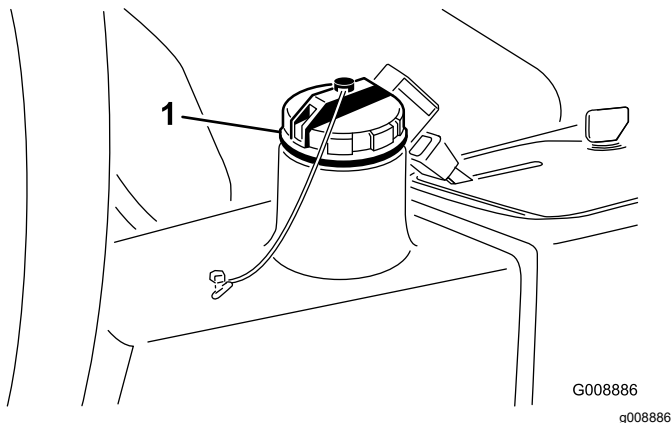

Figura 66
3. Riempite il serbatoio (Figura 66) con 13,2 litri circa di fluido idraulico; vedere Verifica dell'impianto idraulico.